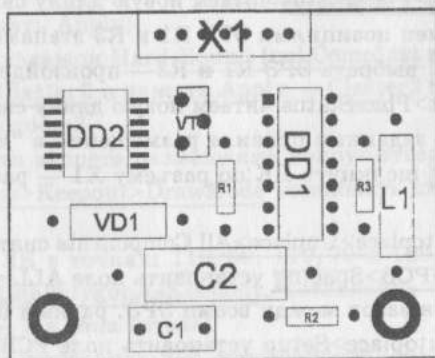

Рис. 1.34. Результат ручного размещения ЭРЭ
- аналогично разместить остальные ЭРЭ (рис. 1.34).